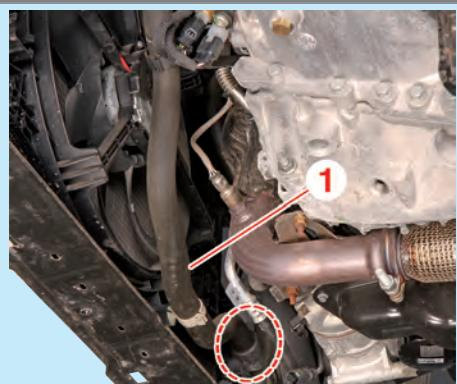

Fig.1
- Désaccoupler la durit (1) (Fig.1).